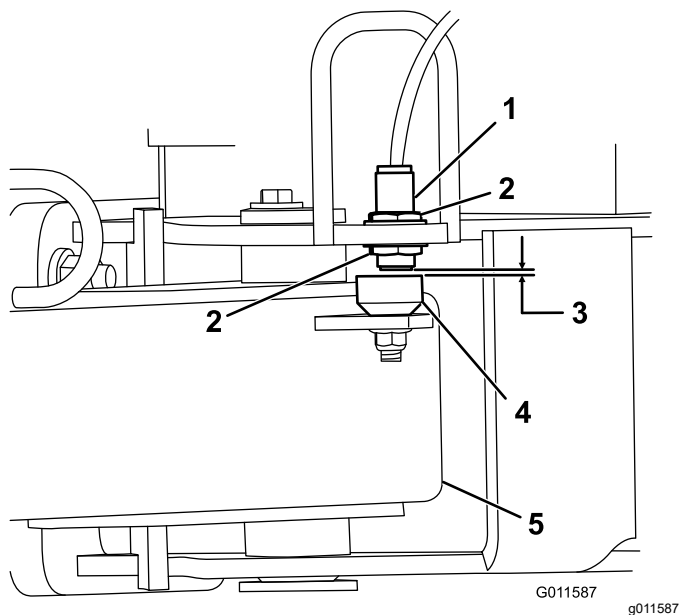

Figura 4
5. Afloje las contratuercas que sujetan el interruptor de proximidad al bastidor y baje el interruptor hasta que esté a 2,6–4 mm del sensor de la barra de tracción (Figura 4). Apriete las contratuercas para afianzar el ajuste.